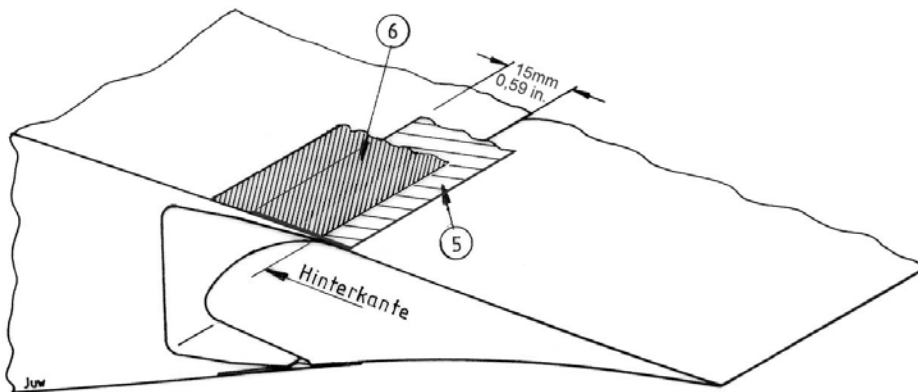

FIG. 7 Höhenleitwerk-Unterseite
- 7.2 Nach dem Reinigen der Oberfläche die Schutzfolie des Abdeckbandes (5) abziehen und die linke und rechte Hälfte aufkleben, wobei die Vorderkante des Abdeckbandes 15mm vor der Hinterkante der Flosse sitzen muß. Diese 15mm sind gleichzeitig auch die Breite des Selbstklebefilms. Das Abdeckband ragt dann 7mm auf das Ruder (Fig. 7).
- 7.3 Das Schutzklebeband (6) (Tesa-film Nr. 104, weiß, 25 mm breit) über die Vorderkante des Abdeckbandes (5) kleben, bündig mit der Hinterkante der Höhenflosse (Fig. 7).